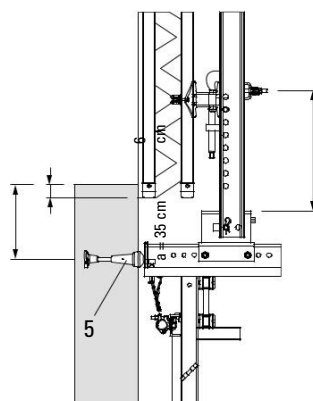

Fig. C1.09
Като правило, разстоянието от ръба, където може да се анкера (5), е  $a = 35$  cm. Ако е необходимо, може да се направи отклонение от проекта. (Fig. C1.09)